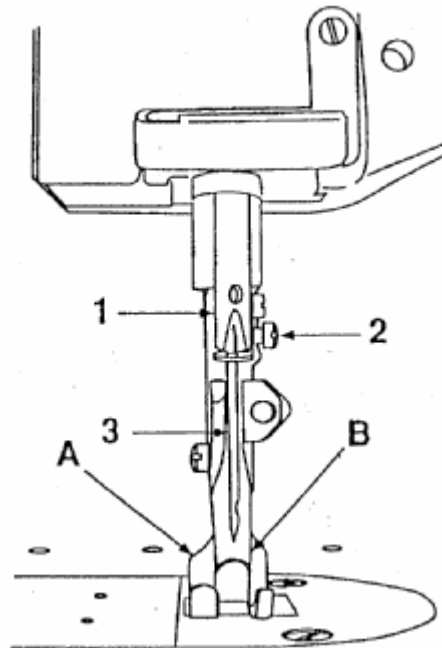

Рис. 6
ИГЛА (Рис. 6)
2. При изменении величины подъема поднимающейся прижимной лапки (А, рис.6) по отношению к величине подъема вибрирующей прижимной лапки (В, рис.6) или наоборот, смотрите указания, приведенные в разделе **“РЕГУЛИРОВКА ВЫСОТЫ ПРИЖИМНЫХ ЛАПОК”**.